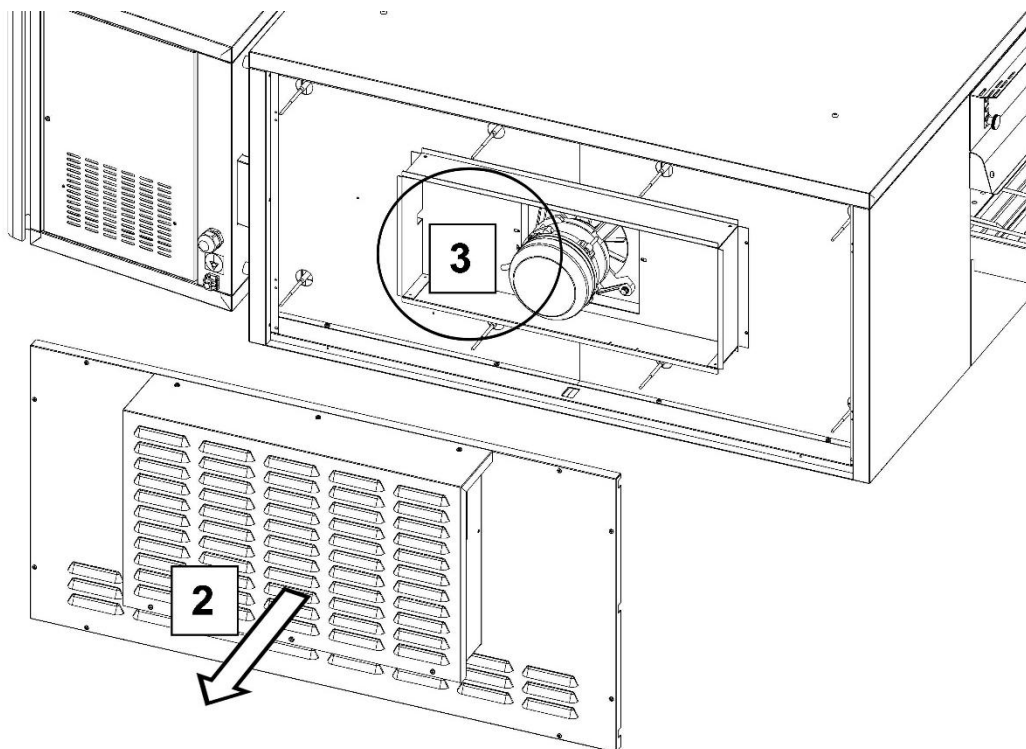

Fig.5
2. Die hintere Blende abnehmen und die elektrischen Anschlüsse des Kühlgebläses an der Oberseite der Blende trennen (Abb.5).
3. Unterbrechen Sie die elektrischen Anschlüsse des Gebläsemotors (Abb. 5, Bereich 3).
Tippen Sie auf das Symbol „Motor“ (Abb.4), um das Menü zum Ändern des Motortyps zu öffnen (1-2-3-4). Tippen Sie auf den Kreis und streichen Sie im oder gegen den Uhrzeigersinn darüber, um den Parameter zu ändern (Abb. 5).